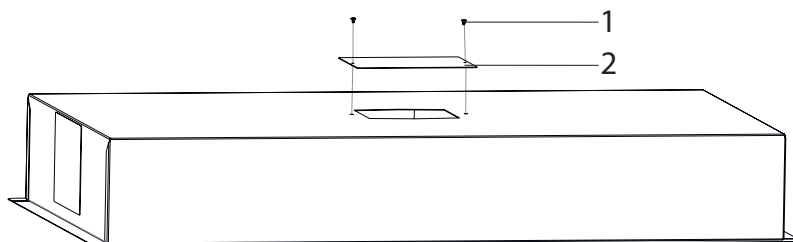

Fig. 20
2. ➔ Montér nu dækpladen i toppen med 2 x 3,5x9 skruer på emhætten for at blænde hullet af(Fig. 20).